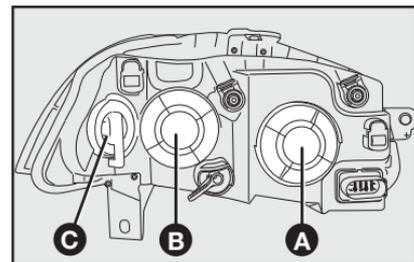
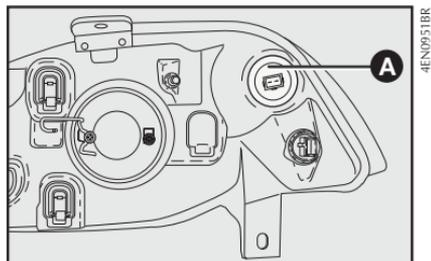

fig. 34
fig. 36
- 1) girar la tapa **A-fig. 34** (para sustituir la lámpara de luz baja) o la tapa **B-fig. 34** (para sustituir la lámpara de luz alta) en sentido antihorario y quitarla;
- 6) recolocar la tapa **A-fig. 36** o **B-fig. 34**, girándola en sentido horario.
- 2) retirar el portalámparas **A-fig. 36** girando en sentido antihorario;
- 1) girar la tapa **C-fig. 34** en sentido antihorario y quitarla;
- 3) sustituir la lámpara y recolocar la tapa **C-fig. 34**, girándola en sentido antihorario.
- 1) girar la tapa **B-fig. 34** en sentido antihorario y quitarla;
- 5) recolocar la tapa **B-fig. 34**, girándola en sentido antihorario.